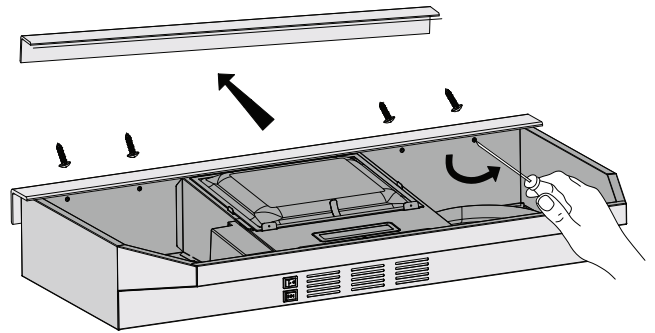

Figure 1
- Dévisser et retirer le rebord de coin situé sous la hotte (voir figure 1).